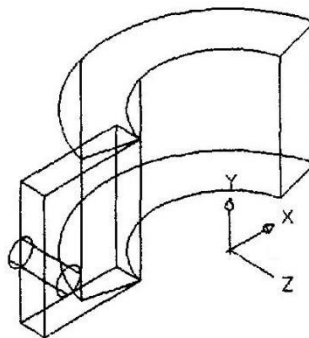

图 11-39 移动孔圆柱体
12、按 Enter 键, 效果如图 11-39 所示。单击【复制对象】按钮, 命令行提示如下。
选择对象: 找到 1 个 //选择图 11-39 所示的孔圆柱体